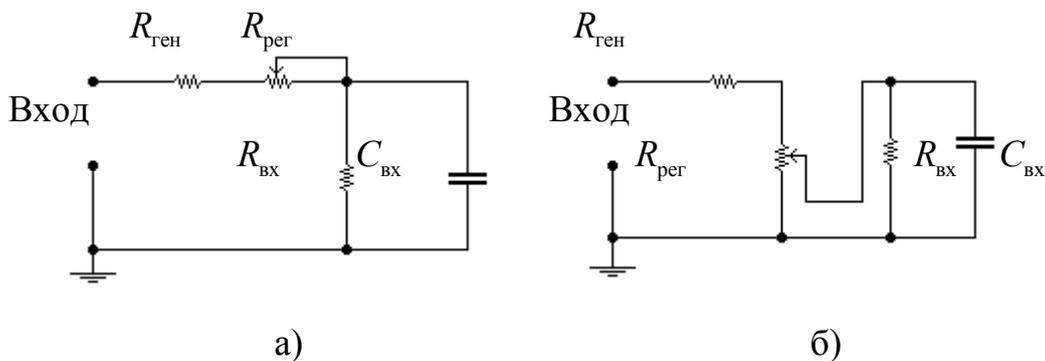

Рис. 4.1. Схемы пассивной регулировки усиления
1. Соберите схемы пассивной регулировки усиления (рис. 4.1). Выберите величину регулировочного сопротивления $R_{\text{рег}}$ таким образом, чтобы в худшем случае верхняя граничная частота на уровне 0,7 для каждой из схем составляла не менее заданной преподавателем (или выбранной студентом) величины (внутреннее сопротивление источника сигнала $R_{\text{ген}}$ примите равным 50-100 Ом, сопротивление нагрузки $R_{\text{вх}} = 5$ кОм (входное сопротивление усилителя, на входе которого стоит регулятор усиления) и емкость нагрузки $C_{\text{вх}} = 100$ пФ (расчетные формулы даны в приложении в конце описания данной работы).
регулирующую характеристику (зависимость модуля коэффициента передачи на средних частотах от величины регулирующего сопротивления). Под регулирующим сопротивлением в схеме а) понимается незамкнутая часть $R_{\text{рег}}$, в схеме б) – сопротивление между точкой подключения движка и общим проводом (нижняя часть сопротивления $R_{\text{рег}}$ на схеме рис. 4.1,б).
2. Какая из схем на рис. 4.1 обеспечивает большую глубину регулировки усиления при одинаковых значениях регулировочных сопротивлений?
Расчетные соотношения для схем рис. 4.1
В случае $R_{ген} = 0$ и $R_{вх}$, стремящегося к бесконечности ($R_{вх} \gg R_{рег}$), для схемы рис. 4.1,а
Для схемы рис. 4.1,б:
Для схемы рис. 4.1,б верхняя граничная частота минимальна в случае равенства сопротивлений выше и ниже движка потенциометра:
а параллельное соединение этих сопротивлений дает $R_{\text{экв}}$, определяющее верхнюю граничную частоту, как и в схеме рис. 4.1,а: